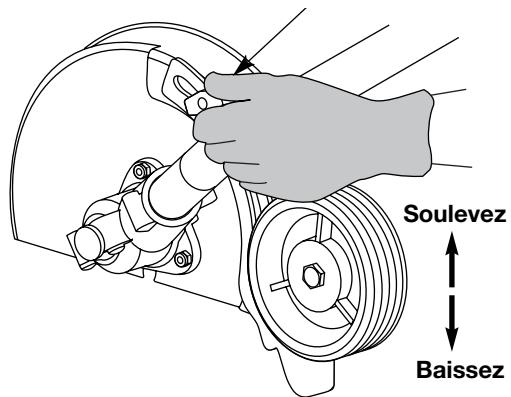

Fig. 6
1. Desserez le bouton de réglage au-dessus de la roue (Fig. 6).